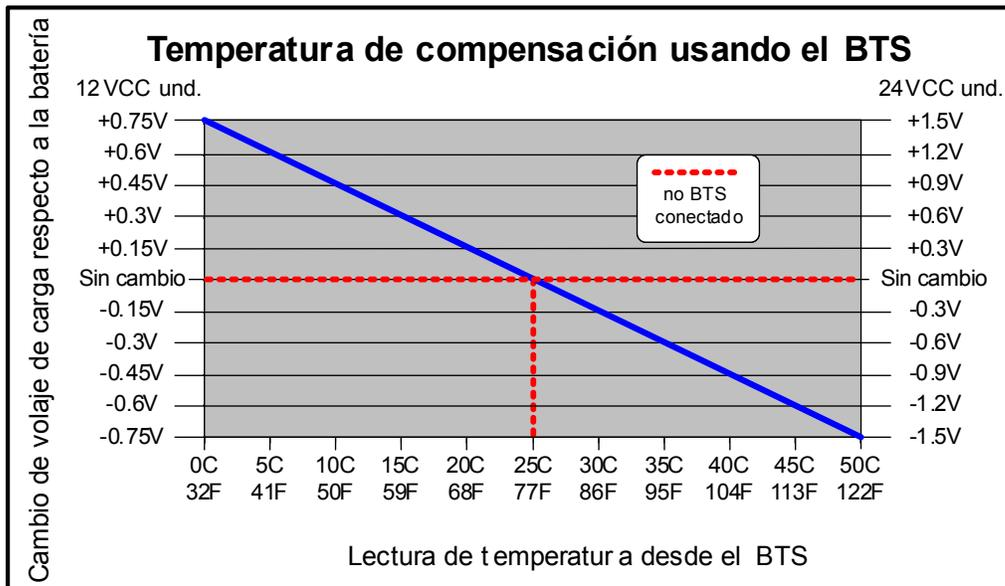

Ilustración 3-2, Cambio de voltaje (tensión) de carga según la temperatura del BTS
El cargador de múltiples etapas puede utilizar un máximo de cinco etapas diferentes de carga para ayudar a controlar y mantener saludables las baterías. Las cinco etapas incluyen un proceso automático de 4 etapas de carga (intensa, absorción, flotación y carga completa), y una etapa de carga de ecualización manual (EQ). El proceso automático de carga de 4 etapas proporciona una recarga completa y vigilancia de las baterías sin causar daños debidos a sobrecarga (consulte la Ilustración 3-2). La etapa de ecualización (necesita el control remoto ME-RC50) agita el electrolito estratificado y revierte cualquier sulfatación de la placa de batería que podría haber ocurrido.